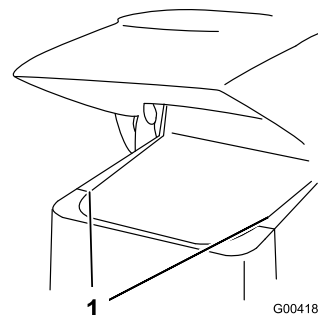

Figure 28
2. Faites coulisser les panneaux latéraux (Figure 28) vers le haut pour les sortir des fentes du panneau avant et du cadre.